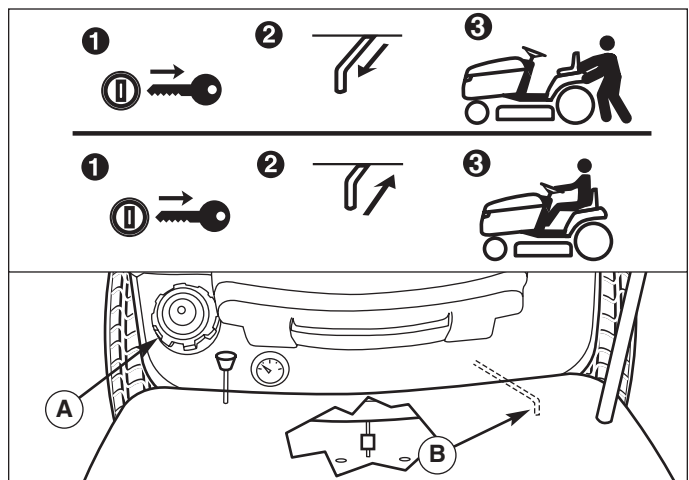

Abb. 2. Getriebeausrückhebel und Kraftstofftank
1. Kraftstofftankdeckel abnehmen (A, Abb. 2).